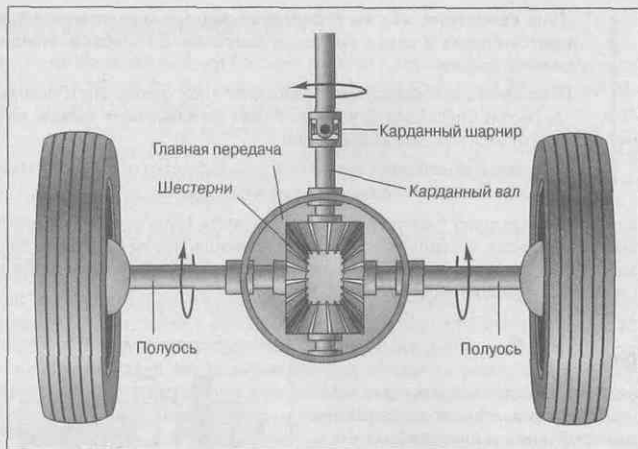

Рис. 9.3. Главная передача заставляет задние колеса вращаться под прямым углом по отношению к вращающемуся карданному валу
9. **Главная передача** (рис. 9.3) — это еще одна коробка с шестернями, которая передает движение карданного вала полуосям, вращающим **ведущие колеса** (они расположены перпендикулярно карданному валу). Она также позволяет каждой полуоси вращаться с разной скоростью. Дело в том, что при крутом повороте внешнее колесо проходит больший путь с большей скоростью, чем внутреннее.